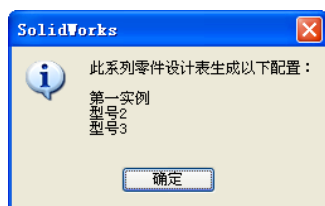

图 8-8 信息对话
(7) 向工作表中添加信息后,在表格外单击,将其关闭。
(8) 此时,系统会显示一条信息,列出所生成的型号。如图 8-8 所示。